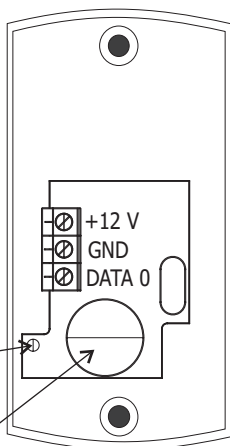

Рис. 4
2. Присоедините провода к разъёму считывателя в соответствии с рис. 4.